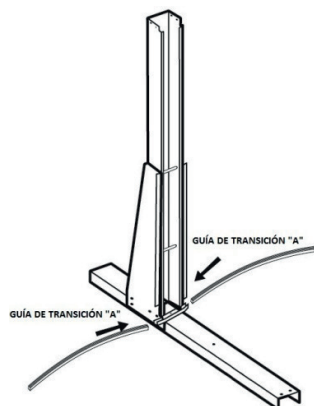

Abb. 12.
Anschließend erfolgt der Einsatz der Übergangsführung „B“, die dem von Ihnen erworbenen Schwimmbeckenmodell an beiden Seiten des ersten Moduls (berücksichtigen Sie, dass das ovale Modell 550x366 mit KEINEN Übergangsführungen „B“ ausgestattet ist) entspricht (siehe dazu Tabelle Übergangsführung). Die Übergangsführung muss sich im Laufschienenanschluss (6), Abb. 12., befinden.